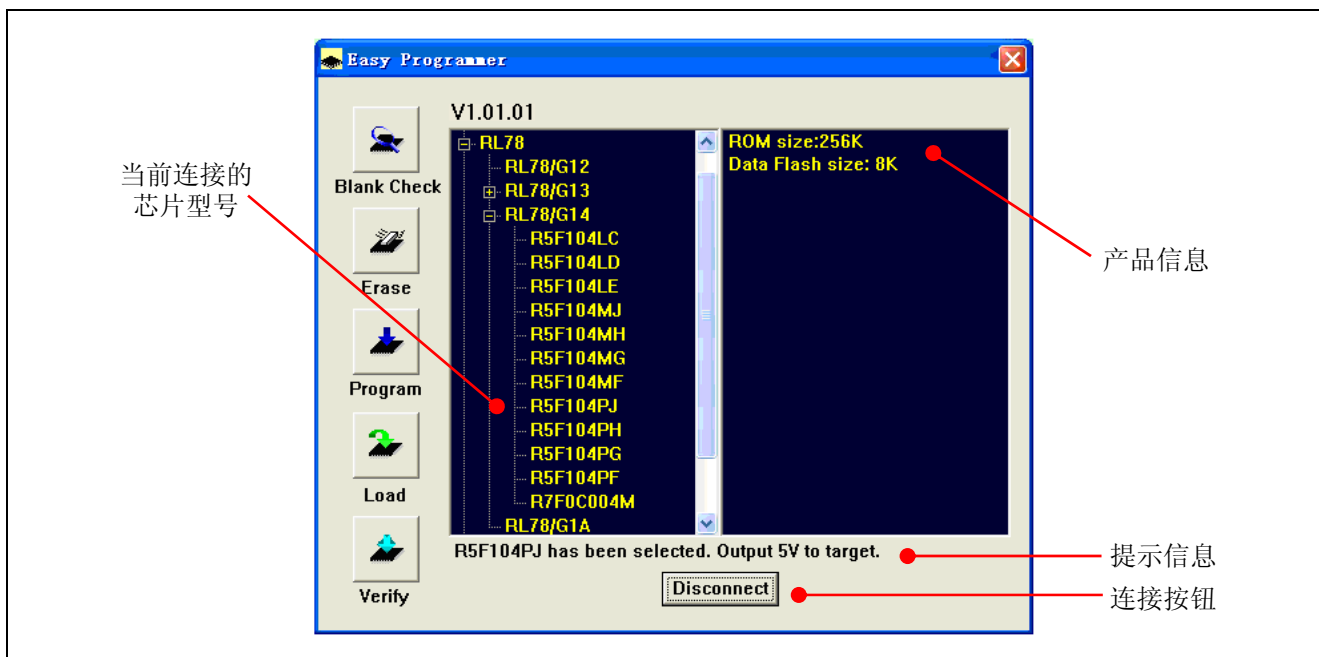

图 2.12 简易编程器连接目标芯片后的操作界面
- e. “Connect” 按钮将变成 “Disconnect” 按钮，如图 2.12 所示。